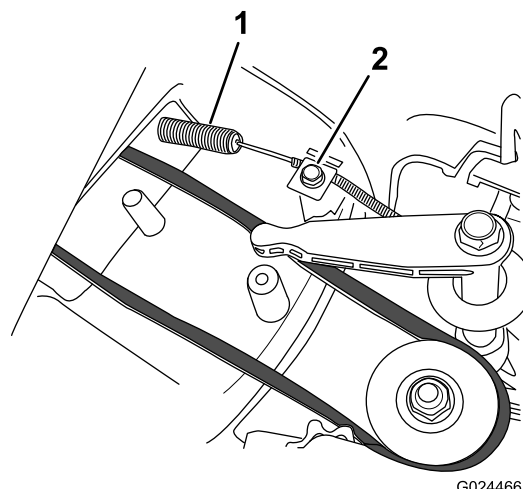

Figure 32
4. Montez le câble de frein de lame neuf, mais ne serrez pas le collier au sommet du carter de la tondeuse (Figure 32).
5. Desserrez la vis du serre-câble (Figure 32).